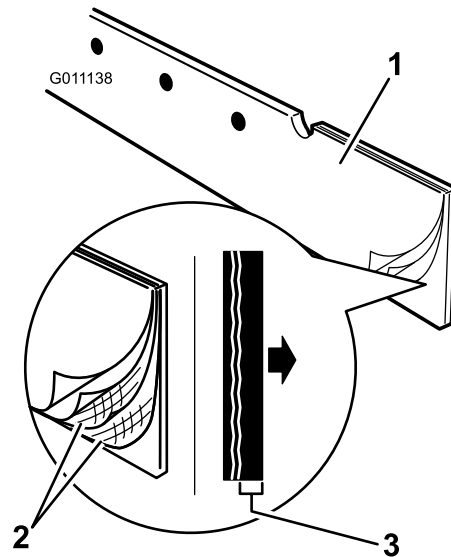

Bild 4
6. Richten Sie den Abstreifer so aus, dass die Gummikante noch vorne und der faserverstärkte Teil des Querabschnitts nach hinten zeigt (Bild 4).